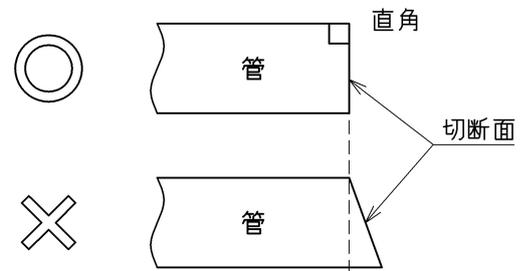

図5
1. 管は、パイプカッター等を使い、管軸に対して直角に切断してください(図5)。